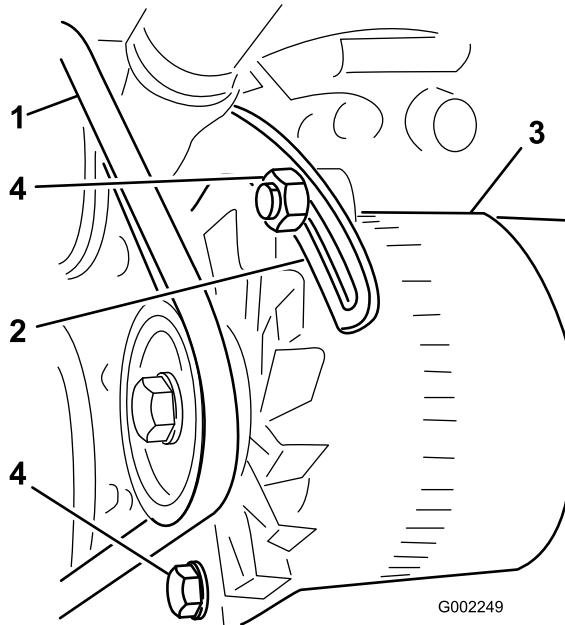

Figure 88
3. Desserrez les boulons de fixation du renfort au moteur et le boulon de fixation de l'alternateur au renfort (Figure 88).